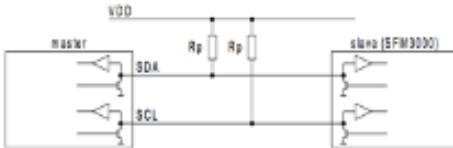

Fig. 2. Beispiel von SDA und SCL mit bi-direktionalen Kommunikation und externem Pull-up-Widerstand (R_p).
Bei der grundlegenden Kommunikation des I2Cs werden die Übertragung von 8 Bits oder Bytes verwendet. Jedes Slave des I2C Geräts hat eine 7-Bit Adresse, die auf dem Bus eindeutig sein sollen. Jedoch braucht das Master-Gerät keine Adresse, weil das Clock (über SCL) generiert und an die individuelle Slave-Geräte adressiert. Tatsächlich wird die I2C-Adresse durch einen 7-stelligen Binärwert dargestellt. Standardmäßig ist die Adresse auf 64 (1000000b) eingestellt. Sie folgt immer durch ein Schreib-bit (0) und ein Lese-bit (1). Wenn Bit 0 auf 1 gesetzt wird, liest das Master-Gerät vom Slave-Gerät. Siehe Abbildung 2.